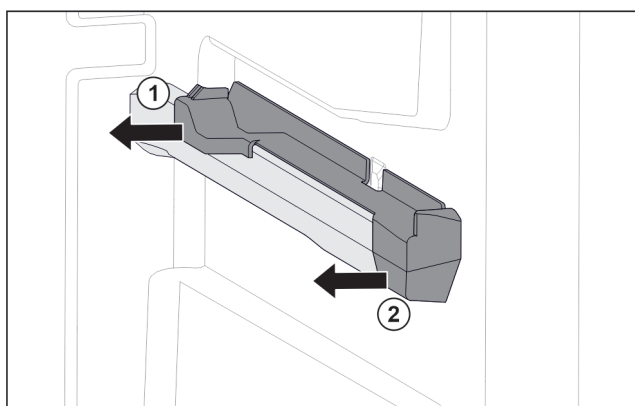

Fig. 114 Nasazovací díl na pravém žebrování na nádoby
- Stáhněte nasazovací díl vzadu na stranu. Fig. 114 (1)
- Stáhněte nasazovací díl vpředu na stranu. Fig. 114 (2)